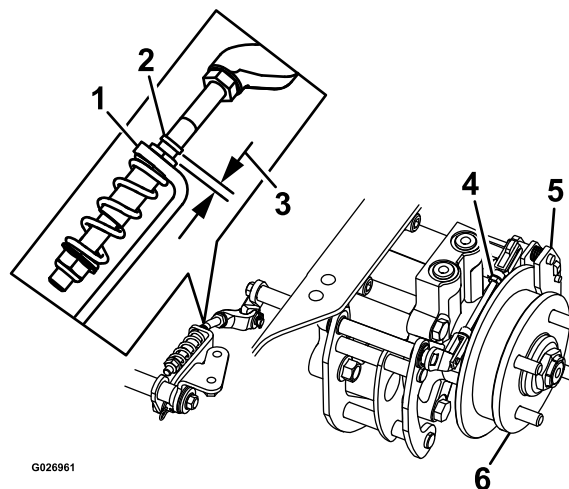

Bild 74
8. Prüfen Sie, ob ein sichtbarer Abstand zwischen der L-Halterung und dem Gestängeanschlag besteht (Bild 74).